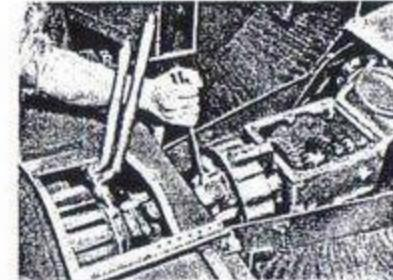

Bild 61. Demontering av växellådan.
3. Lossa och ta bort kardanaxeln mellan växellådan och fördelningsväxellådan. Se bild 61.